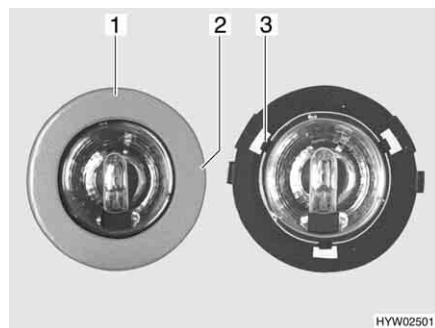

Fig. 258 Lampada alogena a incasso
- Girare lentamente il diaframma (Fig. 258,1) finché il nasello (Fig. 258,2) dell'involucro non si arresta a scatto nella scanalatura sottostante del diaframma.
- Tre griffe (Fig. 258,3) tengono ferma la lastra di vetro della lampada alogena nell'involucro. Spingere di lato una delle tre griffe.